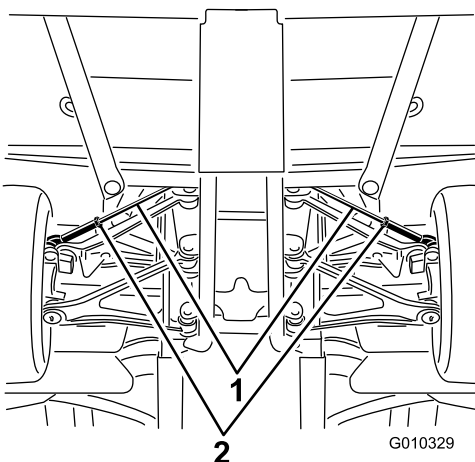

**Figura 49**
2. Mida la distancia entre centros (a la altura del eje) en la parte delantera y trasera de los neumáticos de dirección (Figura 49).